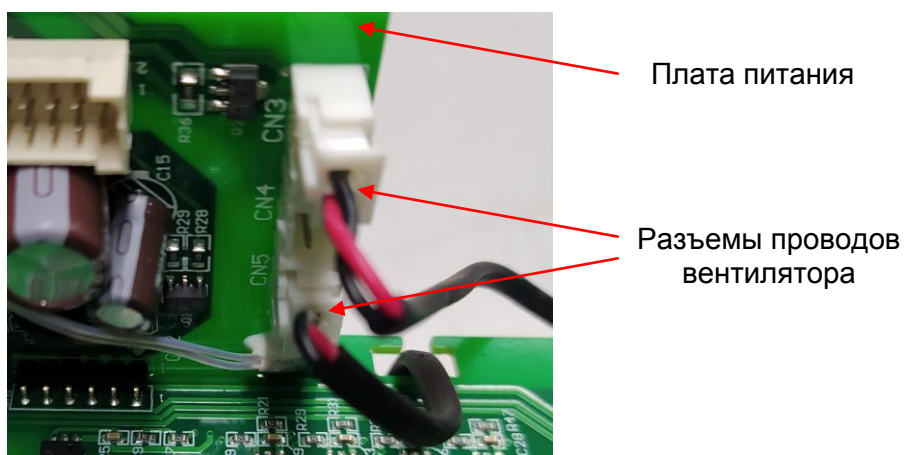

Рис. 6.5
6.4.1. Отсоединить разъемы проводов вентиляторов от разъемов на плате питания (рис. 6.5).